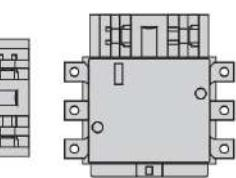

Рисунок 12. Рабочее положение контактора
- с отклонением относительно плоскости крепления в обе стороны до 30° для контакторов LC1E06...LC1E160 и в сторону наклона контактора вниз до 30° для контакторов LC1E200...LC1E630 (Рисунок 12);
- с отклонением относительно центральной точки контактора вдоль плоскости крепления до 180° для контакторов LC1E06...LC1E160 и до 90° влево для контакторов LC1E200...LC1E630 (Рисунок 12).